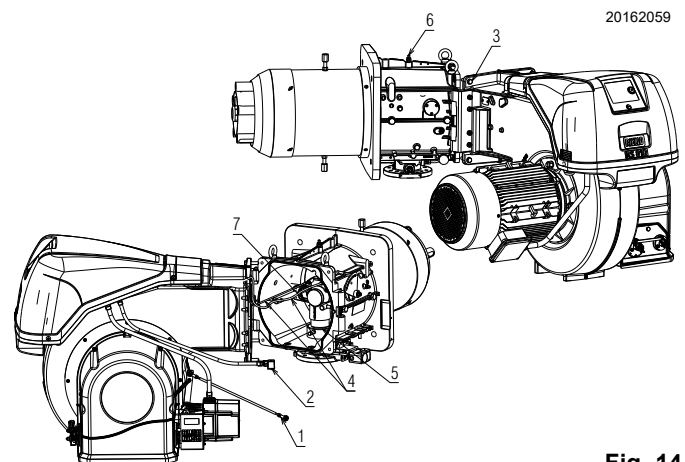

Fig. 14
- Abrir el quemador mediante la bisagra como indica la Fig. 14.